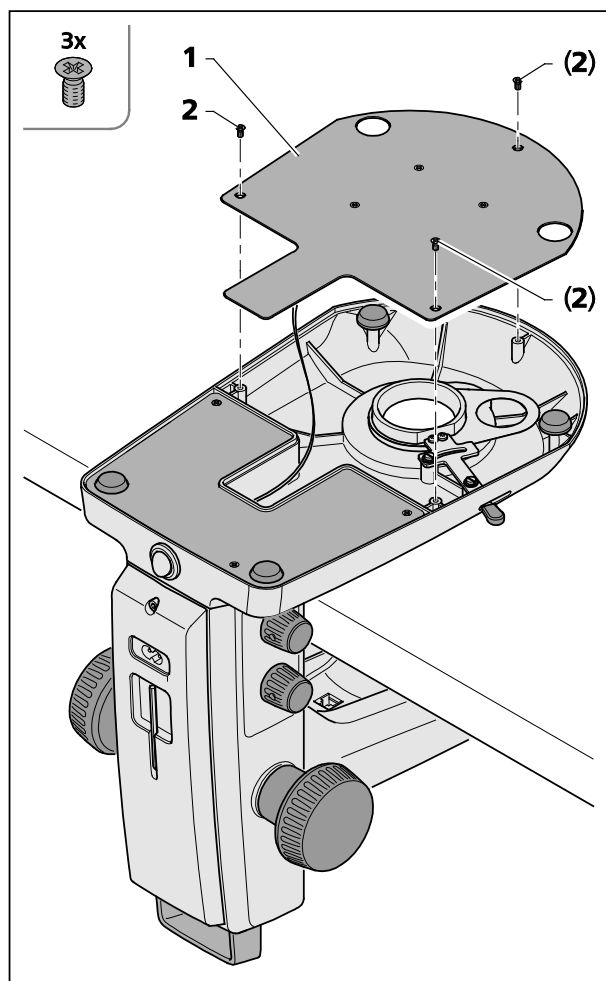

図 28 スタンド K EDU のスタンドカバープレートを開く
清掃する、あるいは誤って中に落ちた異物を取り除くために、スタンドカバープレート (図 28/1) を取り外すことができます。
- その際、3 本のプラスねじ (図 28/2) を外し、スタンドカバープレート (図 28/1) を慎重に外して脇に置きます。
- ケーブルがスタンドカバープレート (図 28/1) から外れないように注意してください。